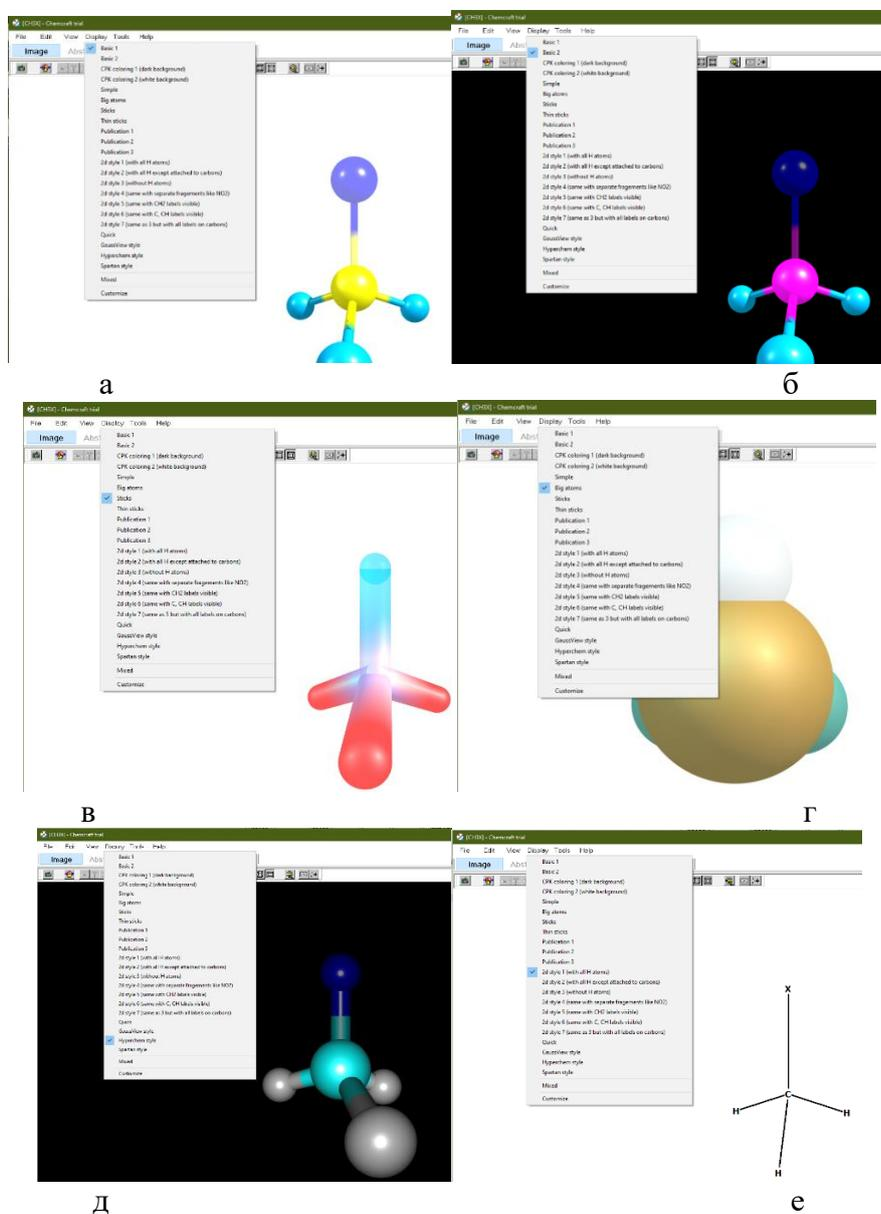

Рис. 7. Модели молекулы (описание в тексте)
7. Для наглядного изображения пространственного строения молекул применяют различные модели. В опции Display можно просмотреть различные виды предоставления молекул: а, б, д – шаростержневая модель, г - полусферическая модель Стюарта-Бриглеба, в - модель Драйвинга, е – 2Д (рис. 7).